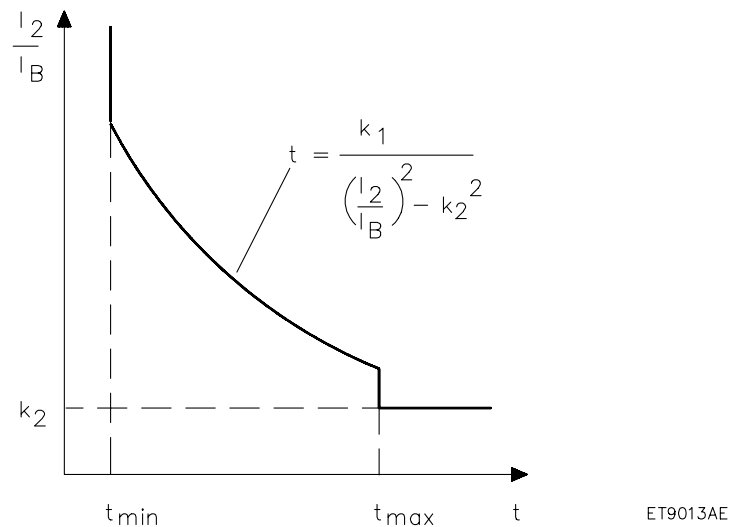

Рисунок 3.41. Характеристика срабатывания токовой защиты обратной последовательности с обратнoзависимой характеристикой выдержки времени
- обратнозависимая от уровня обратной последовательности фаз выдержка времени (смотри Рис. 3.41)